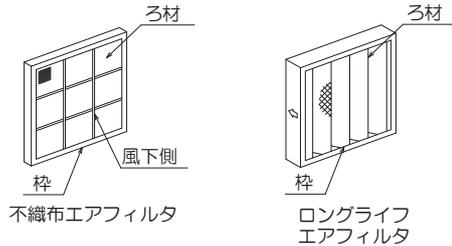

図2-20 粗塵エアフィルタ
- ・不織布エアフィルタ、ロングライフエアフィルタ等（図2-20参照）